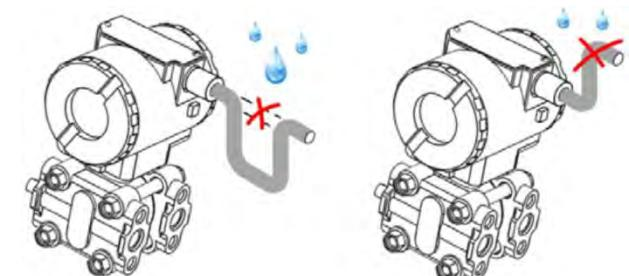

Рисунок 7. Правильная (справа) и неправильная (слева) прокладка кабеля датчика.
5.5. Не допускается попадание влаги внутрь корпуса. После завершения монтажа крышки датчика необходимо закрутить до упора для обеспечения надежного уплотнения. При прокладке питающих и сигнальных линий следует исключить возможность попадания конденсата на кабельный ввод датчика (см. рис. 7.). Если для подключения прибора используется только один кабельный ввод, то неиспользуемое вводное отверстие должно быть закрыто заглушкой из комплекта изделия.